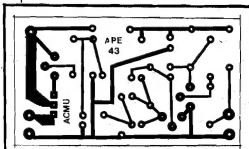

Fig. 2
- FIG. 2 - O CIRCUITO IMPRESSO - "Simplinho, simplinho", o lay out específico do Circuito Impresso para a montagem da AC-MU poderá ser efetivado sem grandes problemas ou complicações... O Hobbysta tarimbado pode realizá-lo com uma mão amarrada às costas, mas, para benefício dos "começantes", vamos dar algumas "dicas" e sugestões:
- Recortar (ou tirar "xerox") a fig. 2, fixando-a com fita adesiva, sobre a face cobreada do fenolite.
- Remover o papel da placa e, guiando-se pelas marquinhos de posicionamento das ilhas, fazer um "rascunho" da traçagem das pistas ou trilhas, usando um lápis, sempre baseando-se na fig. 2